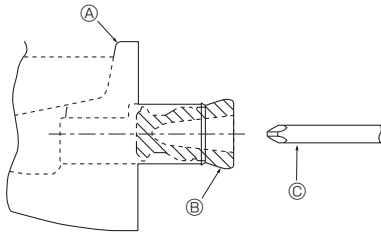

Fig. 5-1
- 對於左側管，務必將橡膠塞插入右側排水口。(Fig. 5-1)